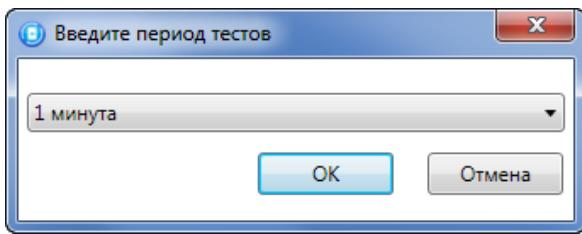

Рис. 9.11. Выбор периода тестов радиоустройства
3. В следующем окне укажите период опроса радиоустройства (Рис. 9.11). Для охранных радиоизвещателей, устанавливаемых в проходной зоне (магнитоконтактный извещатель Ладога-МК-РК на входной двери, извещатель Фотон-12-РК в прихожей и т. д.) рекомендуется задавать небольшой период опроса (например, 15 секунд) для оптимизации использования алгоритмов задержки на постановку и снятие. Для остальных радиоизвещателей рекомендуется задавать больший период опроса (например, 1 минуту) во избежание быстрой разрядки их источников питания и перегрузки радиоканала.